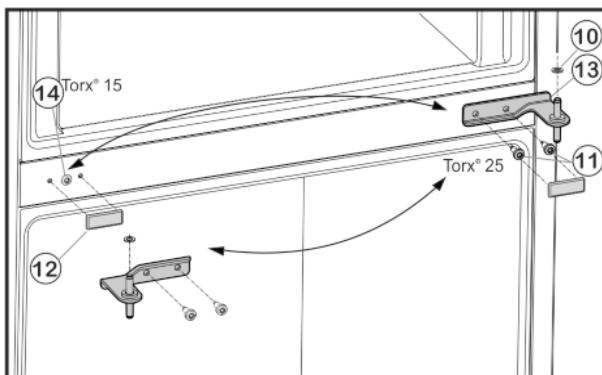

Fig. 5
- Открутите крепежные винты Fig. 5 (11) (2 шт. Torx® 25) и извлеките средний опорный кронштейн из нижней дверцы.
- Снимите пластиковую шайбу Fig. 5 (10).
- ▶ Осторожно снимите крышку Fig. 5 (12).
- ▶ Открутите крепежный винт Fig. 5 (14) (1 шт. Torx® 15) и установите его на противоположной стороне.
- ▶ Установите крышку Fig. 5 (12) на противоположной стороне.
- ▶ Вставьте средний опорный кронштейн Fig. 5 (13) с поворотом на 180° в нижнюю дверцу и прикрутите с помощью крепежных винтов Fig. 5 (11) (2 шт. Torx® 25) на новую сторону шарнира (с моментом 4 Нм).
- ▶ Снова установите пластиковую шайбу Fig. 5 (10).
- ▶ Установите верхнюю дверцу на средний опорный кронштейн Fig. 5 (13).